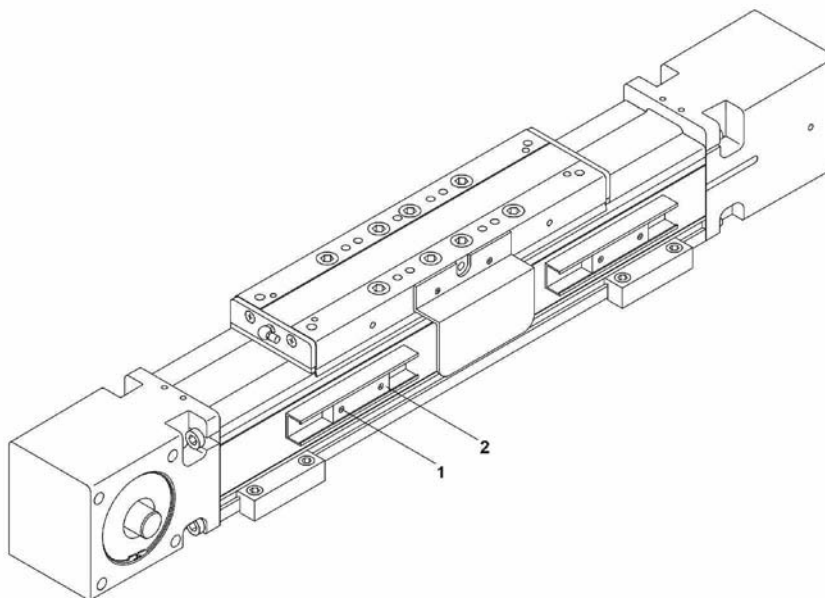

Bild 4:
1. **Bild 4:** Lösen des entsprechenden Näherungsschalters durch Lockern der Befestigungsschraube (1).
2. Verschieben des Näherungsschalters (2).